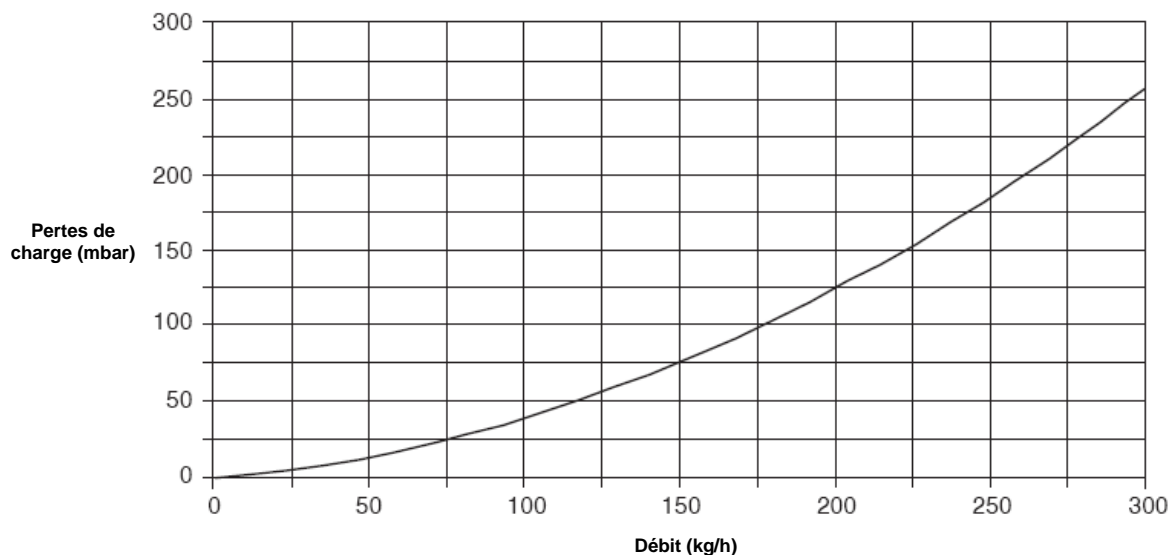

Figure 1 - Pertes de charge des capteurs SCHÜCOSOL S, S.1 et S.2.
- pertes de charge : Cf. figure 1
Le coffre des capteurs (Cf. figure 1) est composé :